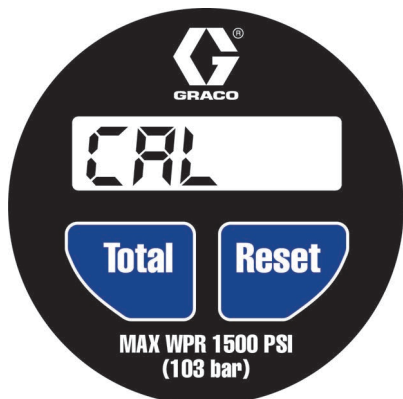

Рис. 7
1. Нажмите одновременно кнопки **TOTAL** и **RESET** (Рис. 7).
3. На дисплее отобразится индикация CAL, как показано на Рис. 7. Индикация CAL означает, что расходомер готов к переходу в режим калибровки.